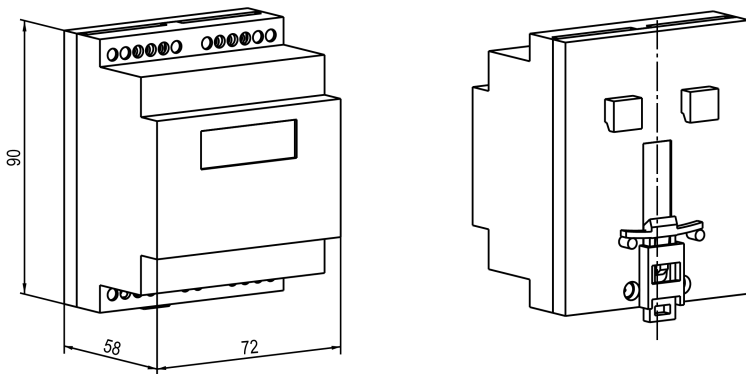

Рисунок 4.10 – Габаритные размеры корпуса Д
1. Подготовить место на DIN-рееке для установки прибора (см. *рисунок 4.10*).